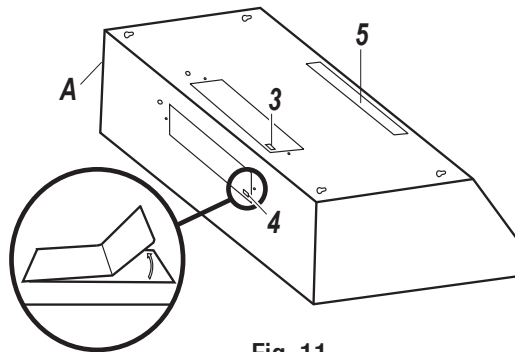

Fig. 11
- Escoja el orificio de ventilación para su tipo de instalación. Utilice el orificio superior (3) para una instalación de ventilación por la parte superior y el orificio posterior (4) para una instalación de ventilación por la parte posterior
- retire con cuidado la tapa (3 o 4) del orificio de ventilación adecuado utilizando un destornillador plano o pinzas de punta de aguja (consulte la Fig. 11). Tenga cuidado de no dejar restos dentro de la campana extractora (A).